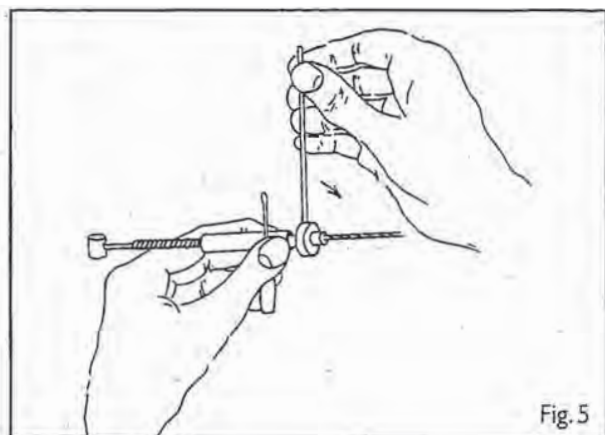

Fig. 5
2. Potete ora piazzare il tenditore nell'attacco murale (fig. 5).